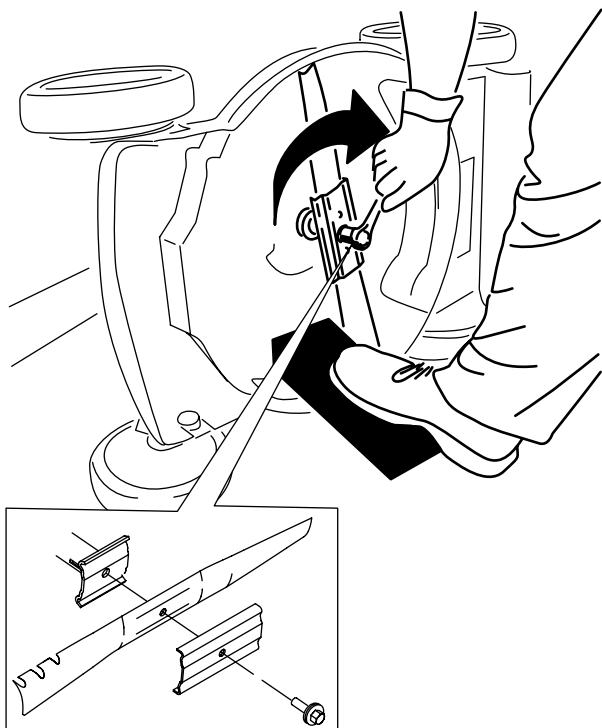

Figuur 22
3. Gebruik een blok hout om het mes stil te houden (Figuur 22).
4. Verwijder het mes en bewaar alle bevestigingselementen (Figuur 22).